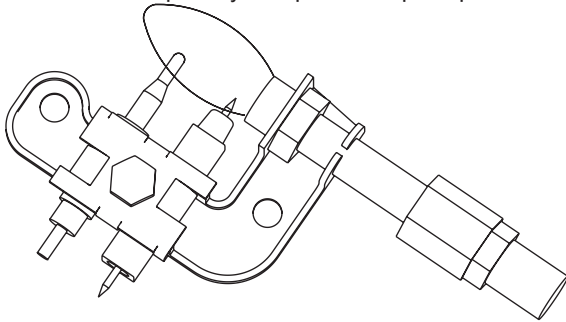

Figura 13
5. Desconectar el tubo del piloto (ver Figura 13, Pág. 9).